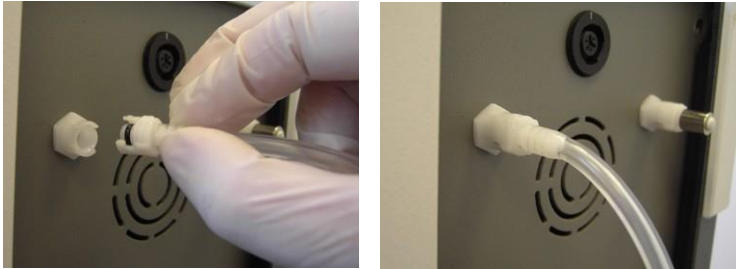

Figure 3-85. Raccordement de l'extrémité Luer Lock de la tubulure d'implantation au port de sortie d'air gauche du système
Pour le bon fonctionnement du système, chacune des sorties d'air situées à l'arrière du système doit être couvertes, soit par une tubulure de pièce à main d'implantation correctement installée, soit par un bouchon d'air Luer lock, comme illustré aux Figure 3-85 et Figure 3-86.
9. Raccordez l'extrémité Luer Lock du tuyau d'implantation au port de sortie d'air n°1 du système, situé à gauche de l'arrière du système, comme illustré à la Figure 3-85.